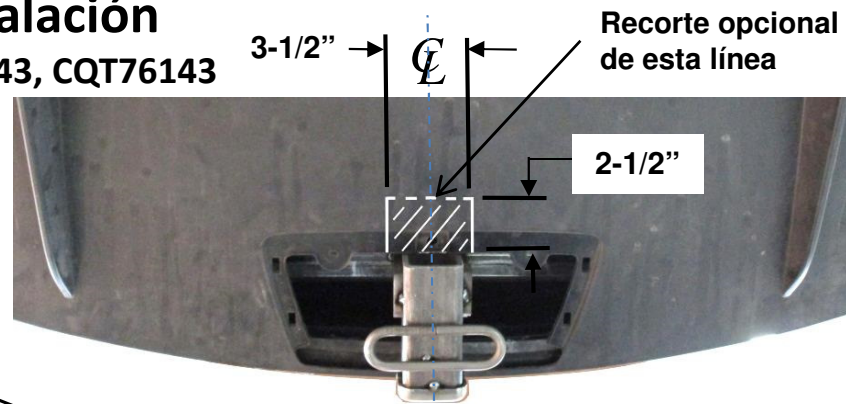

Figura 2
- Retirar la fascia:** Con una broca Torx T30, retirar (2) tornillos de la parte trasera del panel inferior.
- Con un cubo de 10 mm, retirar (2) tuercas de brida del revestimiento del receptáculo de la rueda, ambos lados.
- Con un destornillador plano, retirar (2) remaches de presión del revestimiento del receptáculo de la rueda, ambos lados.
- Con una broca Torx T25, retirar (1) tornillo situado verticalmente en la fascia del área superior detrás del revestimiento del receptáculo de la rueda, ambos lados.
- Abrir la puerta trasera. Retirar los (2) topes de impacto plásticos de la puerta trasera.
- Con una herramienta de recortar molduras plásticas, levantar la moldura cerca del tope de impacto y con un cubo de 10 mm, retirar (1) tornillo por lado que sostiene la fascia.
- Retirar el travesaño del parachoques:** Con un cubo de 15 mm, quitar las (8) tuercas, (4) por lado. Retirar el travesaño del parachoques y devolver al propietario del vehículo.
- Recortar la fascia:** Con una cinta de medir, marcador y navaja utilitaria, recortar una muesca en la parte inferior del panel inferior de la fascia, aproximadamente 3-1/2" de ancho x 2" de profundidad, centrada en el vehículo como se muestra. Ver la Figura 2.
4. Retirar el travesaño del parachoques: Con un cubo de 15 mm, quitar las (8) tuercas, (4) por lado. Retirar el travesaño del parachoques y devolver al propietario del vehículo.
5. Recortar la fascia: Con una cinta de medir, marcador y navaja utilitaria, recortar una muesca en la parte inferior del panel inferior de la fascia, aproximadamente 3-1/2" de ancho x 2" de profundidad, centrada en el vehículo como se muestra. Ver la Figura 2.